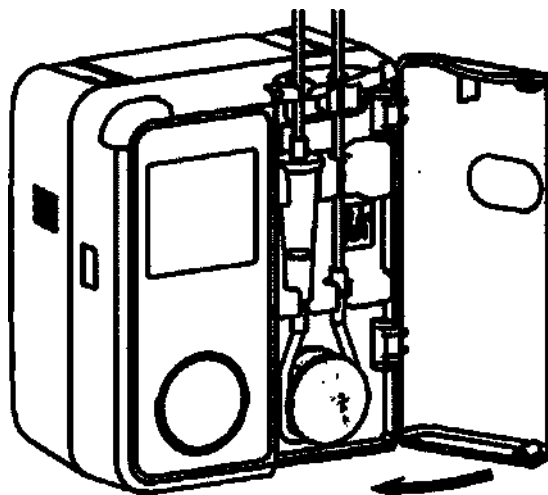

Рис. 6.4.1 – Установка инфузионной системы
- 6.1.6. Вставьте инфузионную трубку в паз датчика обнаружения закупорки, а затем в паз датчика обнаружения воздуха в трубке. Убедитесь, что трубка надежно размещена во всех пазах (см. рис. 6.4.1).